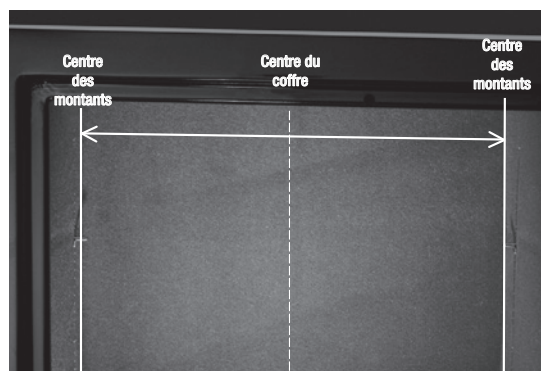

Figura 4. Medir cuidadosamente a distância entre os centros dos montantes na sua casa.
- 3 Marcar o ponto central do interior do cofre. Medir a distância a partir do ponto central do montante marcado na parede até o centro de cada montante. Medir a mesma distância à esquerda e à direita a partir do ponto central no interior do seu cofre para marcar os centros dos montantes dentro do cofre (Figura 4).
- 4 Furar a 5,08 cm (2 polegadas) a partir da parte superior do cofre em cada um dos centros dos montantes (Figura 4). Marcar as posições dentro do cofre com a ajuda de um marcador. Com a ajuda de uma faca de cortar, corte um " X " de 5,08 cm x 5,08 cm na carpete nos pontos marcados.